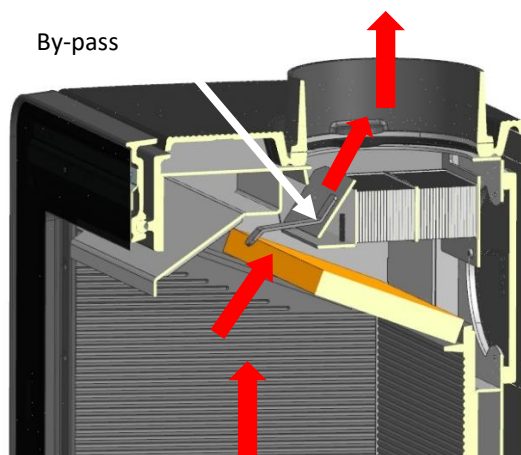

Fig. 20
2. Girare la manopola a sinistra per aprire completamente l'aletta di aria primaria o premere qualche volta il tasto ON/HI sul telecomando. Aprire il bypass situato all'interno della stufa in alto (vedi Fig. 20).